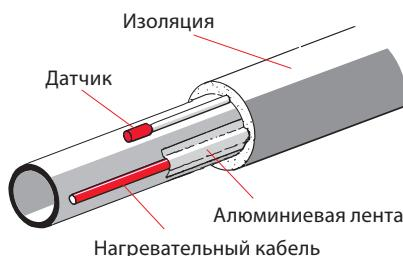
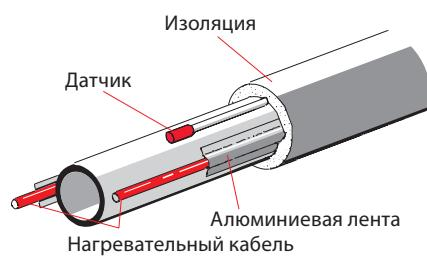

Рис. 7
Рис. 8
1. Один или несколько кабелей могут прокладываться прямыми линиями вдоль боковой стороны трубы, см. Рис. 7 и Рис. 8.